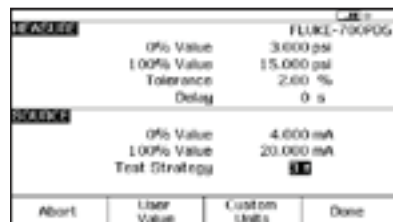

Figura 16.
6. Ahora pulse "As Found" (Valor encontrado), seleccione "Instrument" y pulse Intro; después rellene la plantilla tal como se indica en la Figura 16.